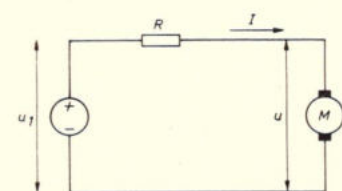

Fig. 1.
Aangezien wij de motor als mechanische krachtbron zullen gebruiken hebben wij te maken met geval 1. Beschouwen we nu de schakeling van fig. 1. Voor de motor M geldt vergelijking (3), zodat de spanning van de spanningsbron gelijk moet zijn aan
Het is met verschillende kunstgrepen (zowel elektronisch als elektrisch!) mogelijk om een voeding te maken met een negatieve inwendige weerstand, ofwel een voeding waarvan de uitgangsspanning toeneemt bij toenemende belasting. Wij kunnen nu, uitgaande van fig. 1, de volgende drie gevallen onderscheiden: